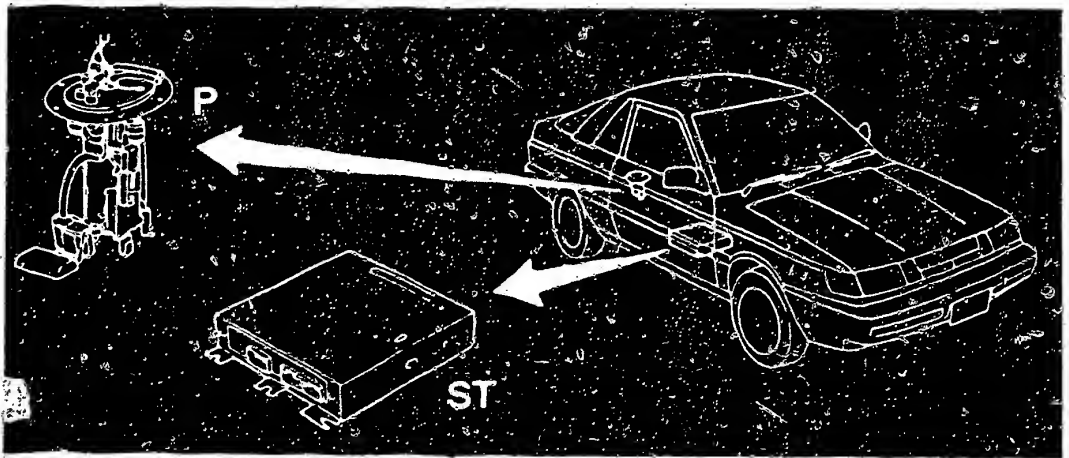

Bild 15
a) Das elektronische Steuergerät ist unter dem Beifahrersitz eingebaut (Bild 15). Um die Ein- und Ausgangssignale am Steuergerät zu messen, sind die Batterie abzuhängen und der Beifahrersitz auszubauen. Von den abgezogenen Anschlussklemmen ist die Halterung abzunehmen. Damit wird das Ausmessen der Spannungspotentiale an den wieder angeschlossenen Klemmen wesentlich erleichtert. Bei Kontrollen gemäss Tabelle (H19/H20) ist der jeweils bezeichnete Anschluss gegen Masse zu messen.